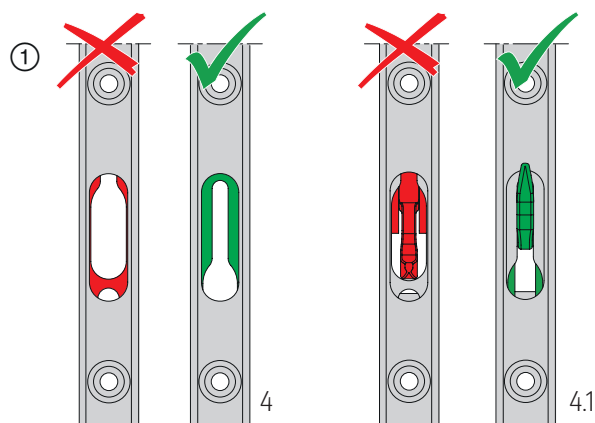

Abb. 27
- ① Getriebe 4/4.1 in Verschlussstellung (abgesenkte Position) bringen; siehe **Abb. 27 auf Seite 41**.